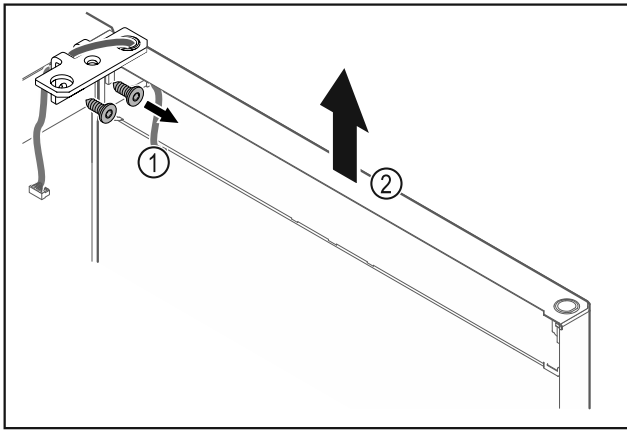

Fig. 21
- ▶ Dévisser l'équerre de la charnière Fig. 21 (1).
- ▶ Soulever la porte (équerre de charnière incluse) Fig. 21 (2) d'environ 200 mm et la retirer.